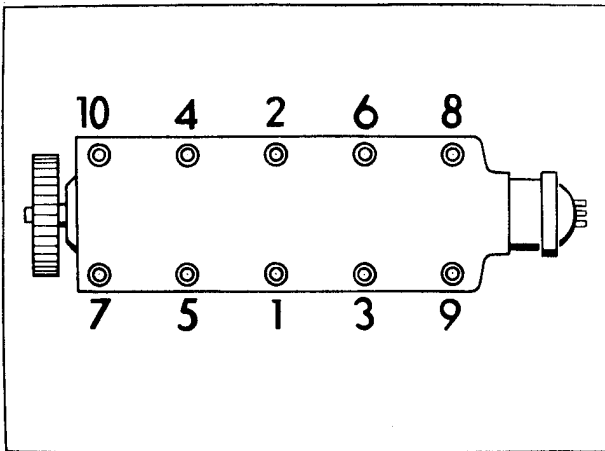

Bild M 24. Anzugsschema für Zylinderkopf
- ? Zylinderkopf aufsetzen und die 8 Zylinderschrauben (1) bis (7) und (9) ansetzen und handfest anziehen.
- ? Zylinderschrauben in drei Stufen anziehen - Reihenfolge siehe Bild M 24).